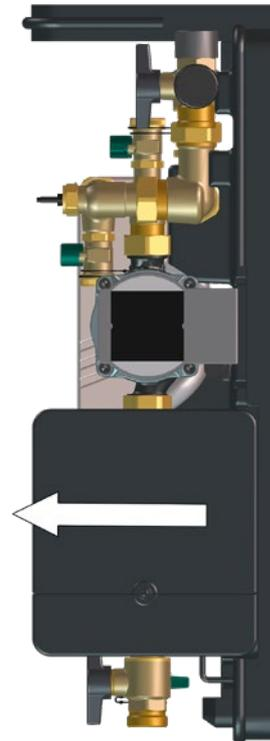

Fig. 20: Extraer el controlador de la cubierta inferior
- 1 Retire cuidadosamente el controlador de la cubierta inferior como se muestra en la Fig. 20 en la página 27.
- 11 Coloque el controlador desde la posición de instalación a posición de funcionamiento (véase Fig. 20 en la página 27).